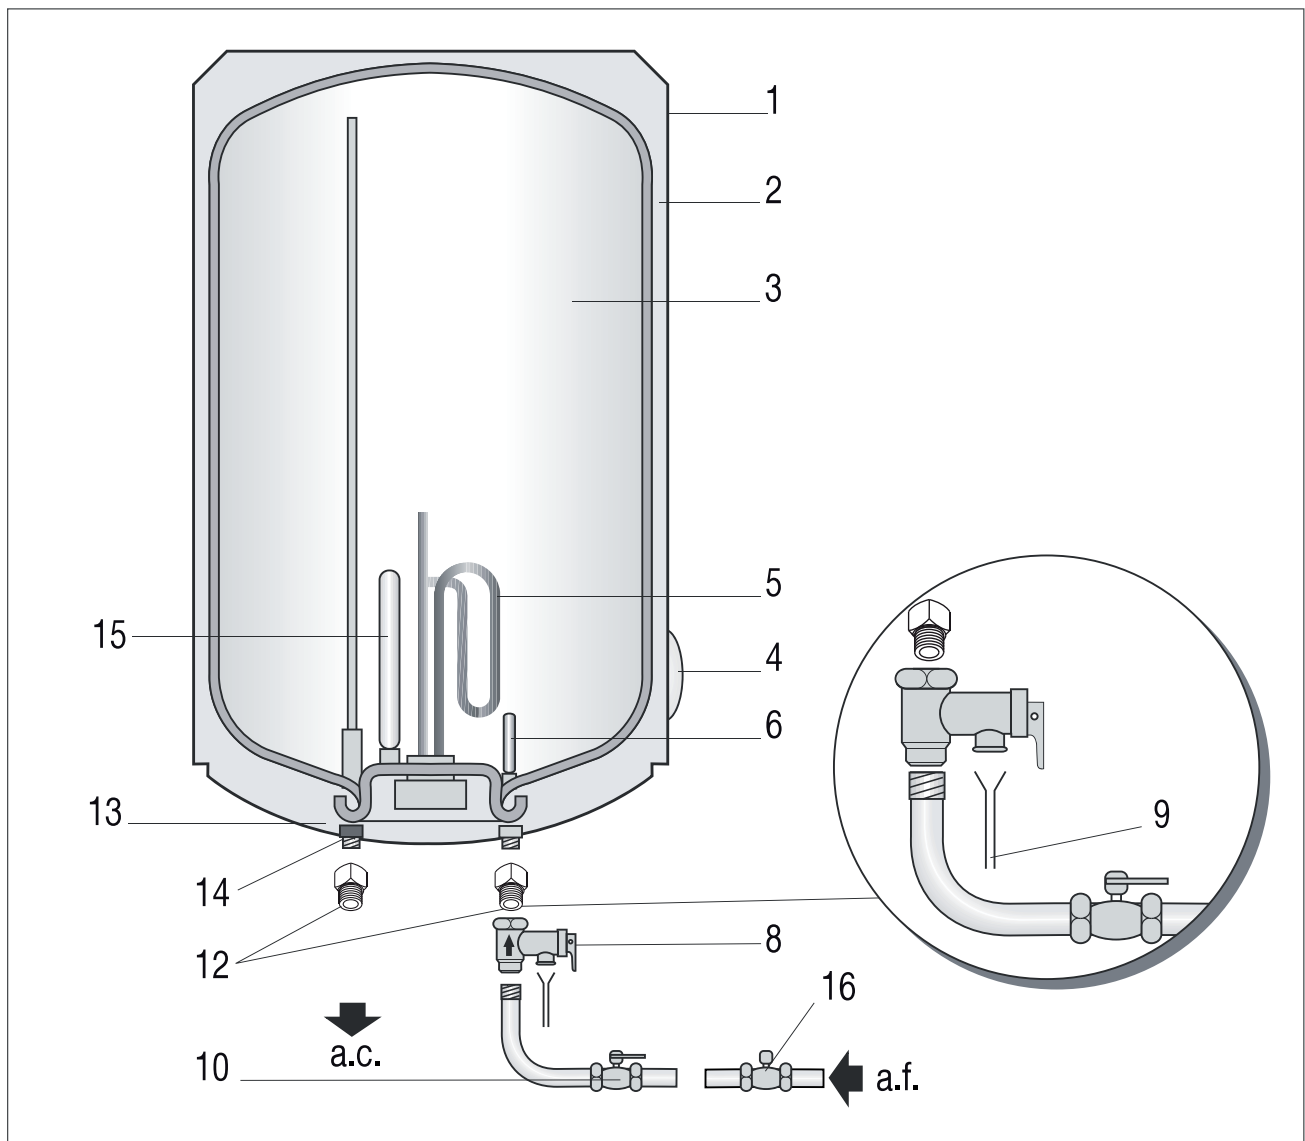

FIG. 7
Les thermos TNC seront toujours installés en position verticale, avec les branchements d'eau au-dessous (voir fig. 7) page 21, **sauf dans le cas des modèles TNC plus 80 H, TNC plus 100 H et TNC 150 H**, qui seront toujours installés **à l'horizontale**, et il sera de même pour les branchements d'eau qui seront situées au-dessous (voir fig. 8, page 22).
Pour faciliter, au moment venu, le contrôle et le nettoyage interne, un espace libre de au moins 25 cm doit exister entre le couvercle de protection (pos. 13 dans les figs 7 et 8, pages 21 et 22) du thermos, ainsi que tout obstacle fixe.
Pour l'installation des canalisations d'eau, veuillez tenir compte des règles de base pour la prévention de la corrosion : "N'utilisez pas de cuivre au lieu de fer ou d'acier, dans le sens de la circulation de l'eau ". Pour éviter les paires galvaniques, ainsi que son effet destructeur, filetez sur les deux tubes du thermos, (tel qu'il est décrit sur les schémas des figures 7 et 8, pages 21 et 22) et, avec un ruban de Téflon, protégez les manchons isolants (pos. 12) fournis avec le thermos.
Filetez au tube d'entrée d'eau froide (bleu) du thermos le manchon électrolytique et de cela au groupe de sécurité hydraulique avec le dispositif de vidange (pos.8, figures 7 et 8, pages 21 et 22) fourni avec le thermos. Installez dans le tube d'alimentation d'eau froide une clé de coupure, comme il est décrit dans les schémas (figs. 7 et 8, pos.10, pages 21 et 22).
L'utilisation généralisée de vannes anti-dérive dans les branchements du réseau d'eau sanitaire, crée une forte augmentation de pression de par l'effet du processus de chauffage ; dans ces cas, il est indispensable de conduire l'écoulement d'eau de la vanne de sécurité à un tube d'évacuation pourvu d'un siphon (figures 7 et 8, pos. 9, pages 21 et 22); ce tube doit sortir à l'extérieur et doit être installé avec une pente continue vers le bas.
Connectez le thermos en branchant la fiche. La lampe témoin (pos. 7, figs. 7 et 8, pages 21 et 22) allumée indique que l'eau est en train de chauffer; si elle est éteinte, cela indique que toute l'eau chaude est à la température sélectionnée dans le thermostat de réglage du thermos (pos. 11, figs. 7 et 8, pages 21 et 22).
Il est indispensable que le Service d'Assistance Technique (SAT) contrôle tous les ans votre thermos pour éliminer le calcaire qui s'est déposé sur l'élément de chauffage (pos. 5, figs. 7 et 8, pages 21 et 22), et vérifier l'état de l'anode de magnésium (pos.15, figs. 7 et 8, pages 21 et 22). Si l'eau dans votre région est très dure ou corrosive, vous devrez solliciter des contrôles plus fréquemment.
5.1. Instalación vertical / Instalação vertical / Installation verticale (fig 7).